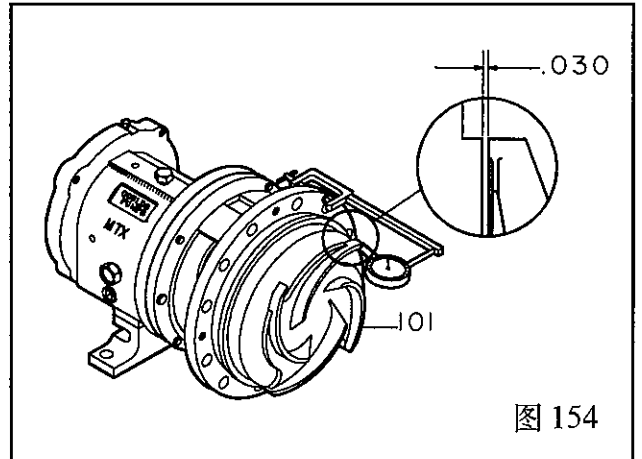

图 154
7. 检查叶轮(101)的跳动量，从一个叶片顶端到下一个叶片的顶端进行检查，如果百分表最大读数超过 0.005 英寸(0.13mm)，检查原因并进行校正(图154)。